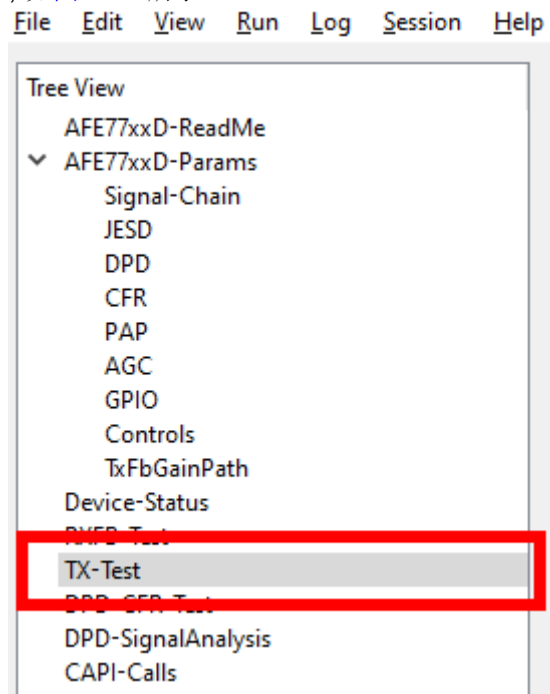

图 3-18. 在 Latte 中切换到 “TX-Test” 选项卡
11. 点击树视图下的 “TX-Test”，如图 3-18 所示。